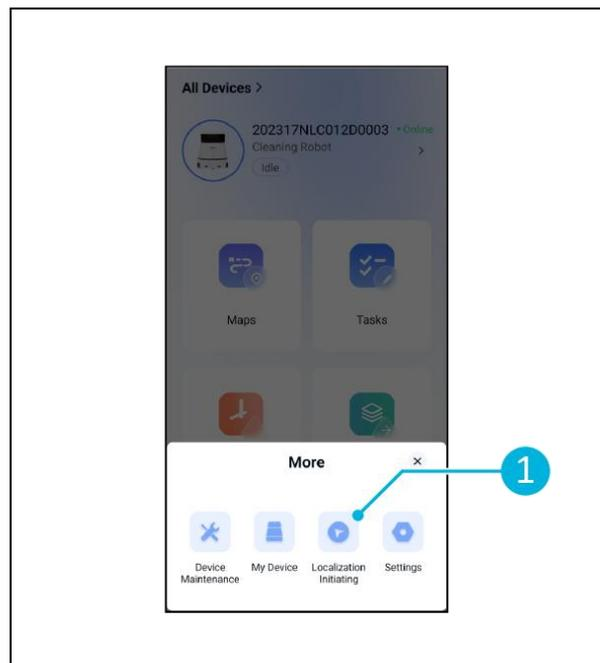

Figure 27
3. Sélectionner [Initiation de la localisation] (Figure 27, pos. 1).